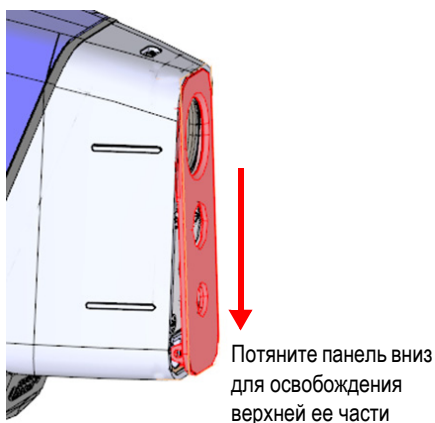

Рис. 4-3 Лицевая панель датчика деблокирована
Лицевая панель датчика отскакивает (открывается) [см. Рис. 4-3 на стр. 91].
3. Слегка потяните панель вниз для извлечения верхней ее части из корпуса анализатора (см. Рис. 4-3 на стр. 91).